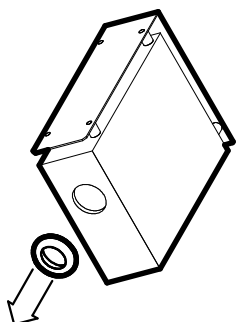

図11
- ① 測定部の投・受光部に取り付けてあるゴムキャップを外します。（図 11）